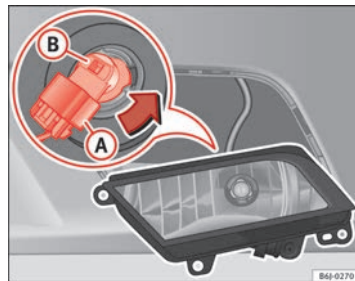

Fig. 159 Projecteur antibrouillard
- Retirez le connecteur ⇒ fig. 159 **(A)** de l'ampoule.
- Tournez la douille d'ampoule ⇒ fig. 159 **(B)** vers la gauche puis tirez.